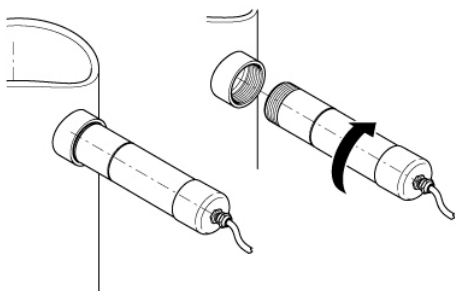

Рис. 3: Ввинчен в резьбовой штуцер
- быть ввернут непосредственно в имеющийся резьбовой штуцер R 1 1/2" (рис. 3)